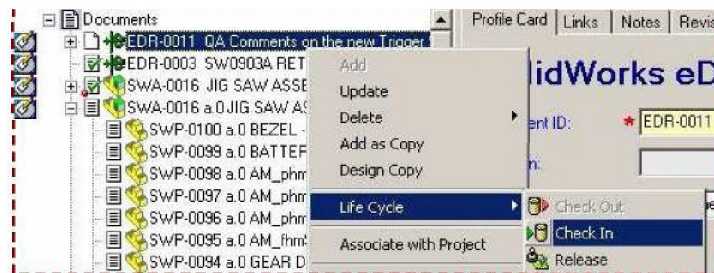

Рис.116.
- Сохраните документ eDrawings в хранилище, используя операцию Check In (рис. 116).